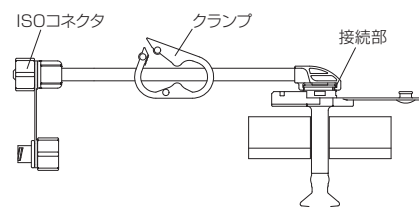

図16
4. 接続チューブのISOコネクタにISO80369-3対応のシリンジを接続し、ゆっくりとぬるま湯を注入し、抵抗なく注入できることおよび接続部から漏れが無いことを確認した後、接続チューブを一旦取り外し、ボタンのキャップを閉じる。(図16)